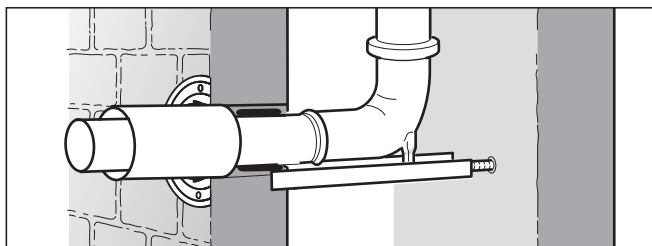

Fig. 4.31 Raccord de la cheminée pour une arrivée d'air séparée
- Le raccord de la cheminée doit ressembler à la Fig. 4.31.